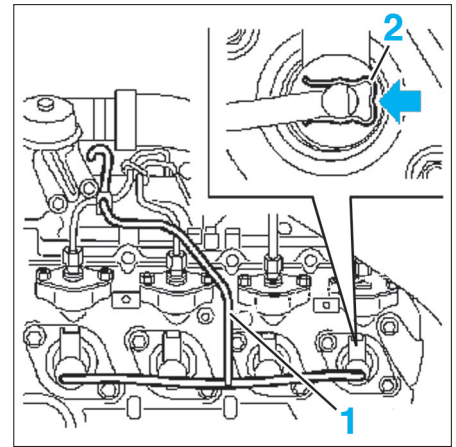

FIG. 26
- Débrancher les retours de fuite (1) des injecteurs en poussant les agrafes (2) sans les déposer (fig. 26).
- Débrancher les retours de carburant des injecteurs en appuyant sur les clips (2) (fig. 26).